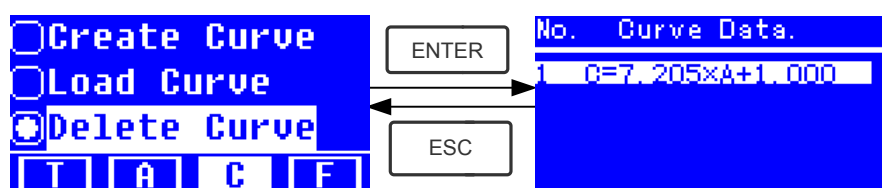

Fig. 4-15
- Déplacer le curseur sur "Delete Curve" et presser **Error! Objects cannot be created from editing field codes.** pour confirmer. (Fig. 4-15)